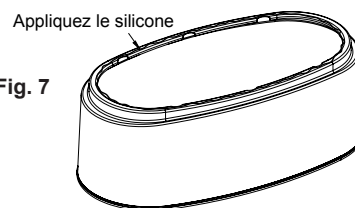

Fig. 7
- 1 Après avoir localisé les conduites d'alimentation en eau, du système électrique et du kit d'alignement du drain par rapport au modèle fourni (Modena^{MC} uniquement), tracez à l'aide d'un marqueur l'empreinte intérieure de la jupe à l'endroit où la baignoire sera installée. Appliquez du silicone uniquement sous la jupe et replacez-la à l'endroit marqué (fig. 7).